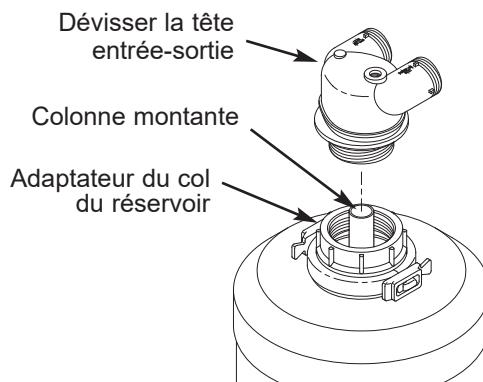

FIG. 9
4. Enserrer l'adaptateur du col du réservoir dans une clé à courroie, puis dévisser l'adaptateur de tête entrée-sortie du col du réservoir (cf. Fig. 9). Une fois la tête complètement dévissée, regarder si la colonne montante (cf. Fig. 9) y est toujours logée; lever alors un peu la tête entrée-sortie, saisir la colonne montante et la déloger.
- N. B. : La colonne montante (cf. Figure 9) remonte parfois du fond du réservoir à minéraux. Dans ces cas-là, la tête entrée-sortie pourrait ne pas mordre sur les filets de l'adaptateur du col. Soumettre alors la colonne montante à un jet d'air ou d'eau sous pression pour remuer la matière filtrante sous la colonne montante et faire déposer cette dernière au fond du réservoir à minéraux.**